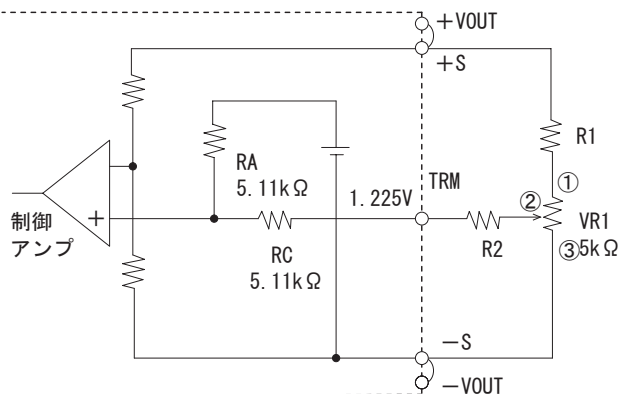

図4.4 外付け部品の接続方法
(1) 出力電圧を調整する場合
- ボリューム（VR1）と抵抗（R1, R2）を図4.4のように接続することで出力電圧を可変できます。